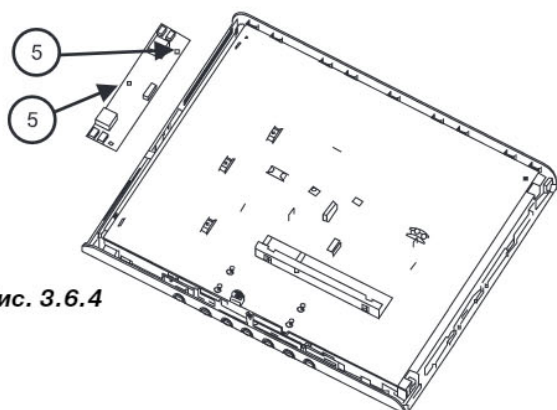

Рис. 3.6.4
- выкручивают два винта 5 (рис. 3.6.4) и снимают плату инвертора;